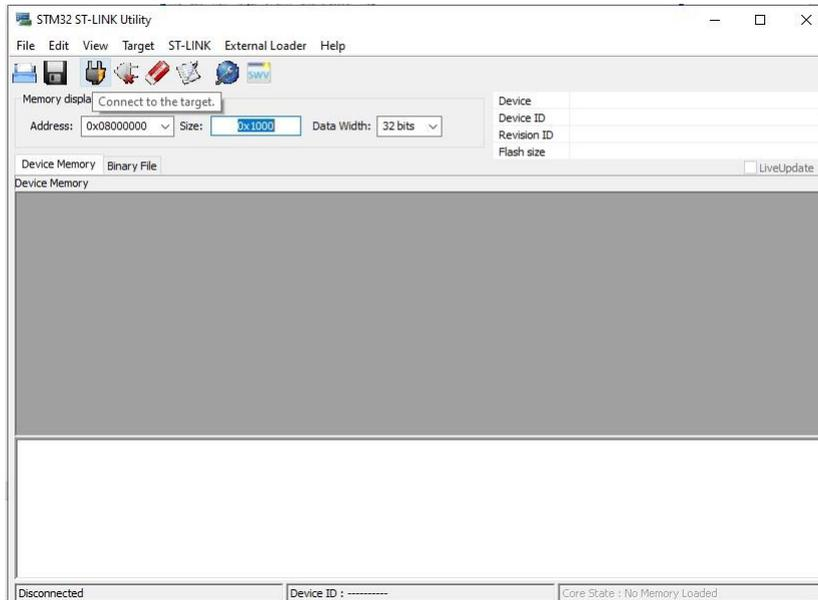

Рисунок 2 – ПО для программирования платы
2.1.3 Запустить на ПК ПО STM32 ST-LINK Utility рисунок 2, находится в свободном доступе. Для подключения к плате нажать на значок «».